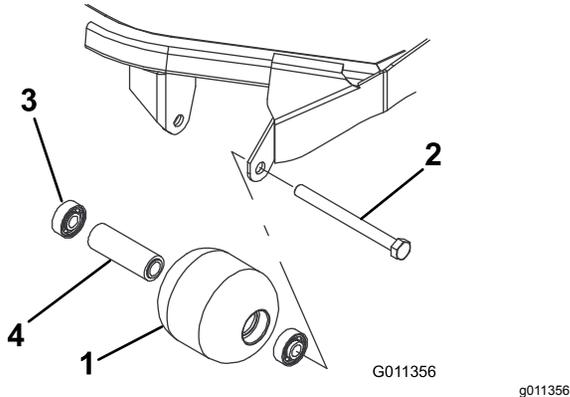

Bild 62
1. Entfernen Sie die Rollenbefestigungsschraube (Bild 62).
4. Prüfen Sie das Rollengehäuse, die Lager und das Distanzstück auf Beschädigungen (Bild 62). Tauschen Sie beschädigte Teile aus und bauen Sie alles wieder zusammen.
1. Drücken Sie das erste Lager in das Rollengehäuse (Bild 62). Drücken Sie dabei nur auf den äußeren Ring oder gleichmäßig auf die inneren und äußeren Ringe.
2. Setzen Sie ein Distanzstück ein (Bild 62).
3. Drücken Sie das zweite Lager in das Rollengehäuse (Bild 62). Pressen Sie dabei gleichmäßig auf den inneren und den äußeren Käfig, bis der innere das Distanzstück berührt.